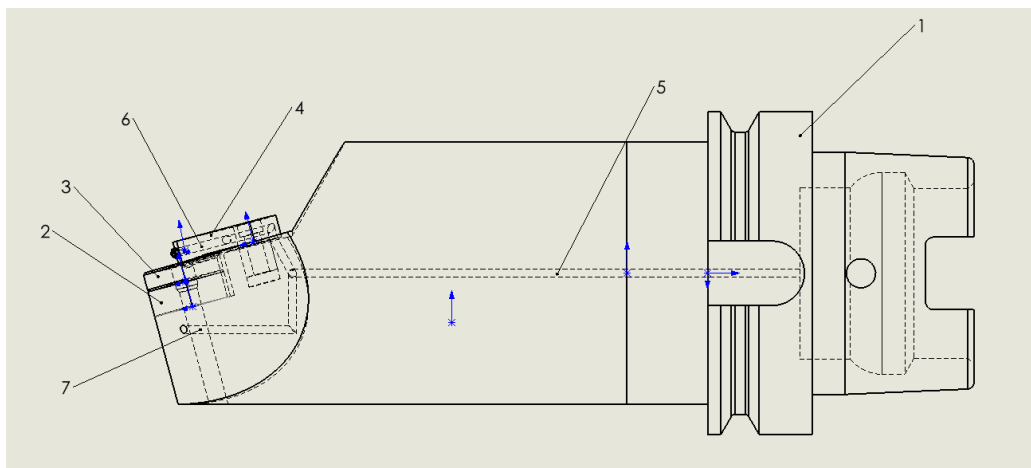

Рис. 6 Вид справа резца с державкой HSK и внутренним подводом СОЖ через крепление пластинки.
Так же было принято решение сделать дополнительный подвод СОЖ в зону резания снизу (7), для более эффективного удаления стружки из зоны резания. (Рис.6)